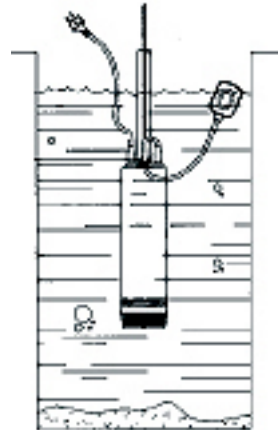

Bild 3
- Positionieren Sie die Tauchmotorpumpe mit Hilfe des Seils/der Kette so in dem Regenspeicher, dass kein Bodensediment angesaugt werden kann, siehe Bild 3.